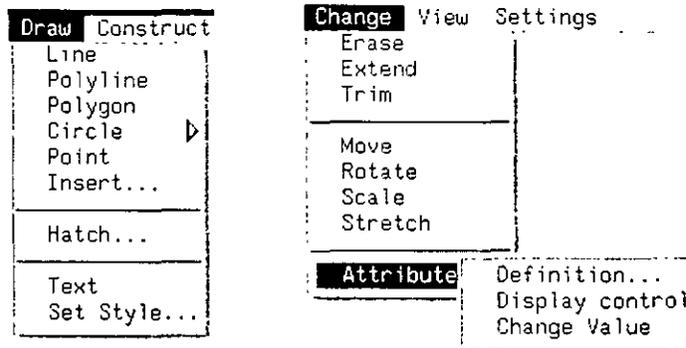

Figura 8-4. Menús desplegables Draw y Change una vez modificados
7. Ahora los menús desplegables POP3 y POP5 tendrán el mismo aspecto de la Figura 8-4.